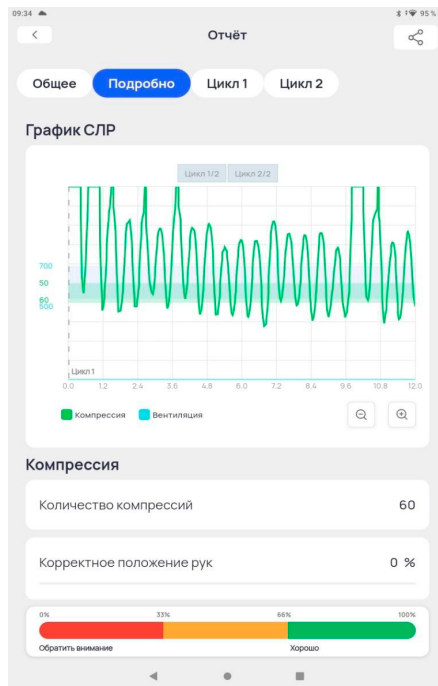

Рис. 3.17 Вкладка «Подробно»
- Вкладка «Подробно» содержит общую статистику по всему упражнению с параметрами оценки качества выполнения компрессий и вентиляций, статистическими данными и графиком СЛР (Рис. 3.17).